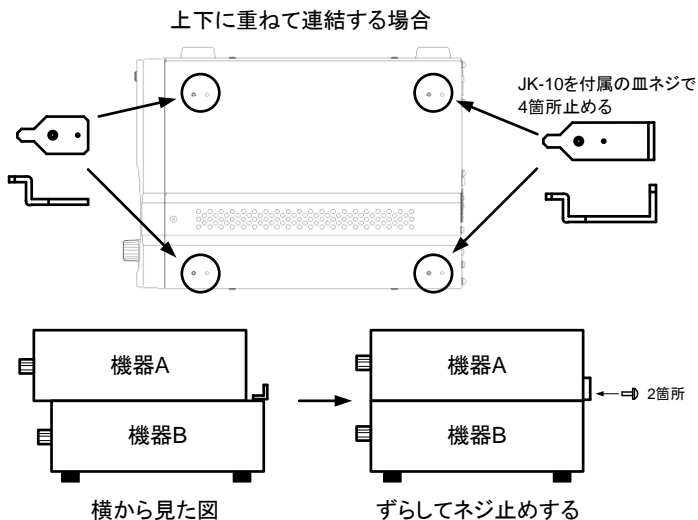

図 6-2 上下に重ねて連結の場合
- (3) 図 6-2 のように機器を置き、機器 B 側の金具の突起部が機器 A 側のゴム足を外したあとの穴にきちんとはまるように組みます。
- (4) 機器 A をずらして背面パネルとジョイントキット(JK-10)の金具を付属のセムスネジでしっかりと固定します。(2箇所)